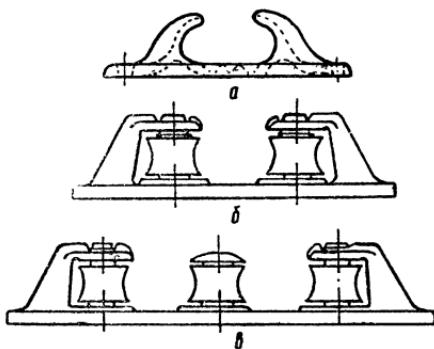

Рис. 35. Киповые планки:
*Киповые планки* (рис. 35) направляют швартовы на кнекты и ограничивают боковое смещение тросов. Устанавливаются они у борта вдоль судна на некотором расстоянии в нос или в корпу от кнекта. Благодаря этому усилие натяжения швартова действует на кнект примерно вдоль него, что обеспечивает большую эффективность.